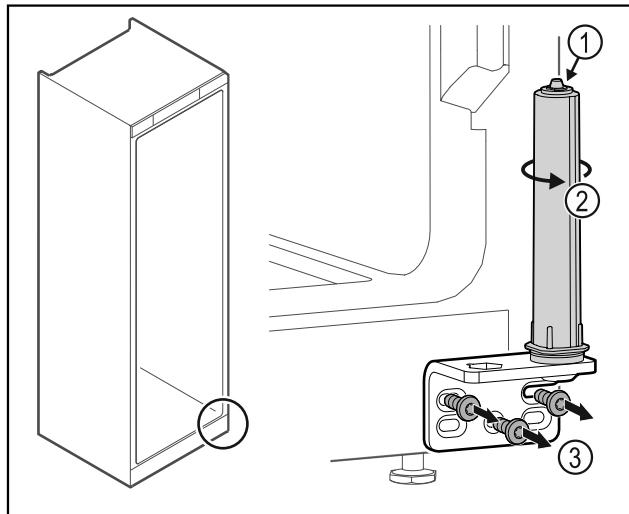

Fig. 35
- Neardykite durų uždarymo sistemos Fig. 35 (1).
- Sukite uždarymo sistemą Fig. 35 (2), kol ji užsifiksuos.
- Atsukite šarnyrinį kampuotį Fig. 35 (3).